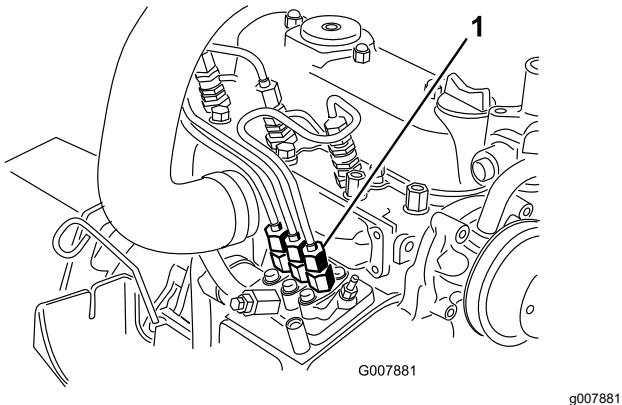

Рисунок 39
1. Поместите ветошь под соединение трубы, выходящей из насоса для впрыска топлива и идущей к соплу инжектора № 1, как показано на Рисунок 39.